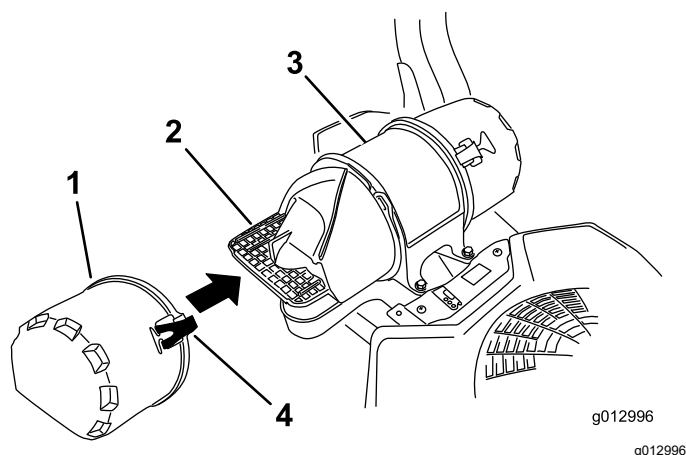

Figure 63
3. Ouvrez les dispositifs de verrouillage du filtre à air et séparez le couvercle d'entrée d'air du boîtier du filtre (Figure 63).
5. Reposez le couvercle d'entrée d'air et fixez-le avec les verrous (Figure 63).